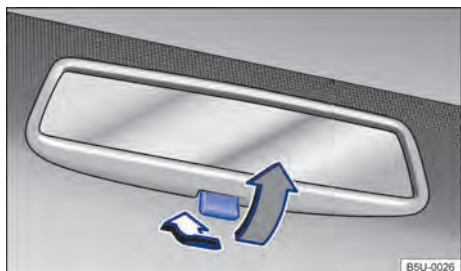

Fig. 72 No para-brisa: espelho retrovisor interno com antiofuscante manual.
- Posição noite: puxar a alavanca → Fig. 72 (seta cinza), para evitar o ofuscamento dos faróis dos veículos que trafegam atrás.